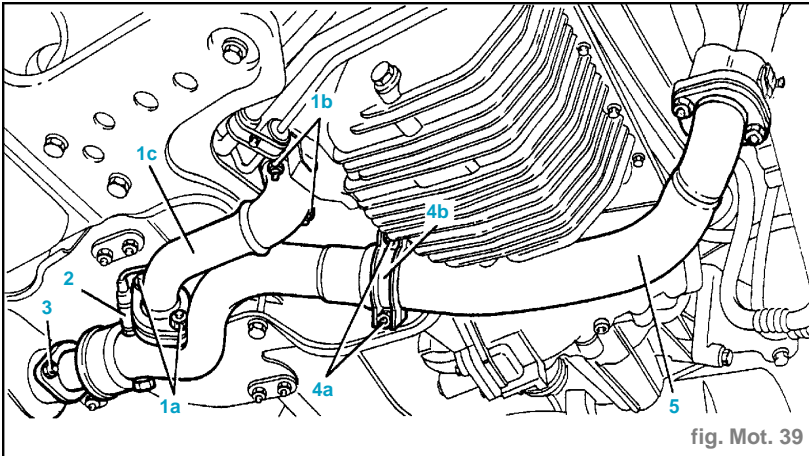

fig. Mot. 39
- Dévisser les écrous (1a) et (1b) et déposer le tuyau d'achappement de sortie du collecteur d'échappement arrière (1c) (fig. Mot. 39).
- Déposer la sonde Lambda du tuyau d'échappement de sortie du collecteur d'échappement et la déplacer latéralement (2).